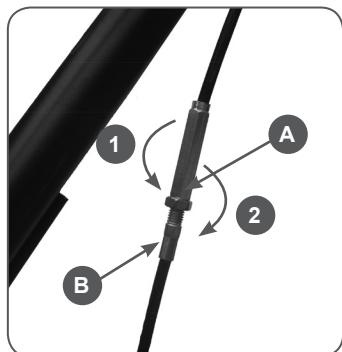

Рис.3
Для удлинения троса необходимо ослабить контргайку (A) и раскрутить соединительную муфту троса (B). Для того, чтобы укоротить трос, соединительную муфту необходимо закрутить. После установки нужной длины троса, необходимо затянуть контргайку (рис.3).